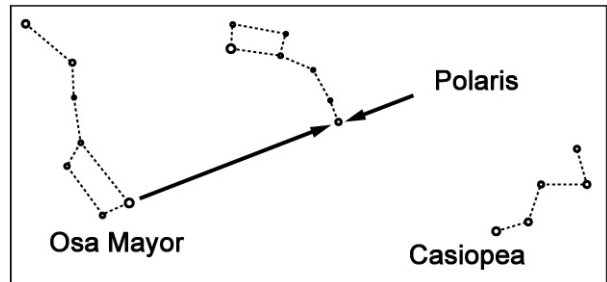

Fig. 3: Localizando a Polaris.
- 1) Afloje el seguro de acimut (**30, Fig. 1**) en la base de acimut (**33, Fig. 1**), de tal manera que todo el telescopio se pueda rotar en dirección horizontal. Rote el telescopio hasta que el eje polar (**10, Fig. 1**) apunte al norte. Use una brújula para localizar Polaris, la estrella del norte (vea la **Fig. 3**), como una referencia adecuada hacia el norte.